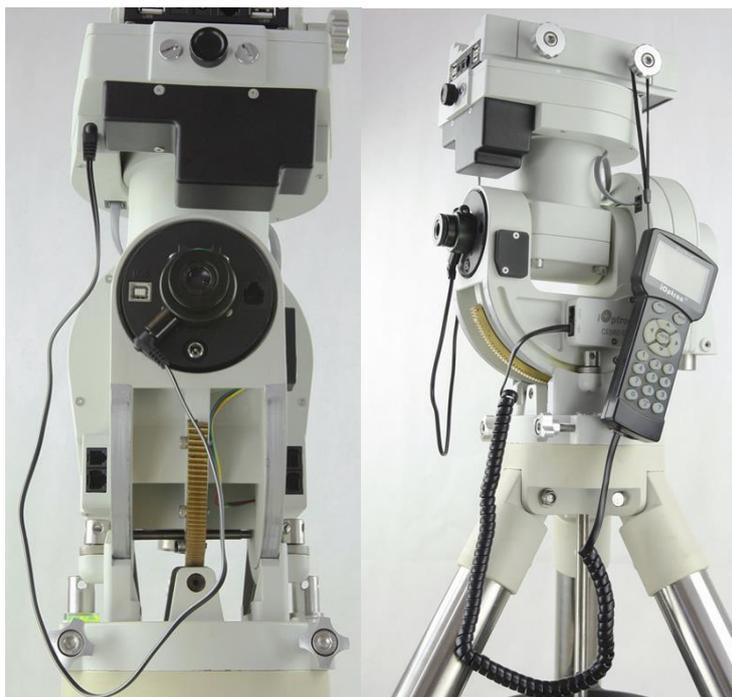

图 8
6. 若需要极轴照明，将极轴照明电缆一端插入赤经座上方的 Reticle 端，将另一端插入赤纬座底端的插座内（见图 8）。